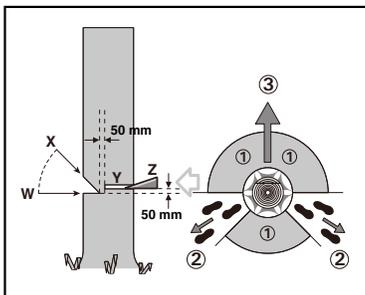

Fig. 1
De bediener van de kettingzaag moet aan de heuvelopwaartse kant van het terrein blijven, omdat de boom na het vellen waarschijnlijk naar beneden zal rollen of glijden. Er moet een vluchtweg worden gepland en indien nodig worden vrijgemaakt voordat met het zagen wordt begonnen. De vluchtweg moet zich naar achteren en diagonaal achter de verwachte vallijn uitstrekken, zoals aangegeven in afbeelding 1.
Maak de inkeping 1/3 van de diameter van de boom, loodrecht op de valrichting, zoals aangegeven in afbeelding 1. Maak eerst de onderste zaagsnede van de valkerf (W). Op die manier wordt voorkomen dat de zaagketting of het zaagblad bij het maken van de tweede zaagsnede (X) klemt komt te zitten.
Maak de valsneede (Y) ten minste 50 mm hoger dan de horizontale zaagsnede van de valkerf (zie afbeelding 1). Houd de valsneede evenwijdig aan de horizontale zaagsnede van de valkerf. Maak de valsneede zodanig dat er genoeg hout overblijft om als scharnier (breuklijst) te dienen. De breuklijst voorkomt dat de boom verdraait en in de verkeerde richting valt. Zaag niet door de breuklijst.
Wanneer de boom begint te vallen, verwijder dan de kettingzaag uit de zaagsnede, stop de motor, leg de kettingzaag neer en gebruik dan de geplande vluchtweg (2). Wees waakzaam voor vallende takken en let op waar u loopt. (Zie Fig. 1)